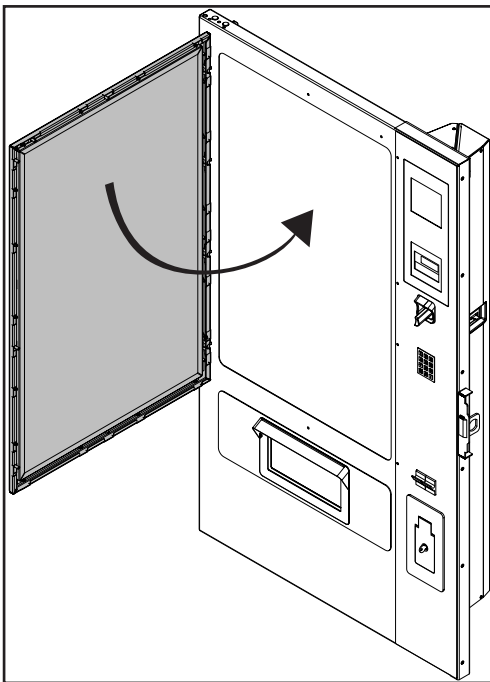

Bild 36
1. Schlagschutz schließen (Bild 36).